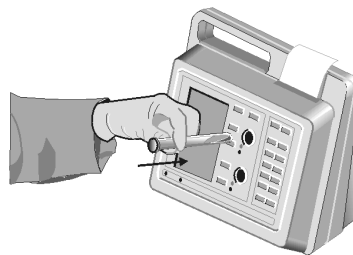

Figura 9. Inserción de tubo de ensayo en el pocillo
3. Introduzca el tubo de ensayo en el pocillo (Figura 9 abajo). Gire el tubo rápidamente en el sentido de las agujas del reloj una vuelta. Aparecerá brevemente el mensaje **DETECTING MAGNET PLEASE WAIT** (Detectando imán, espere) en la pantalla.